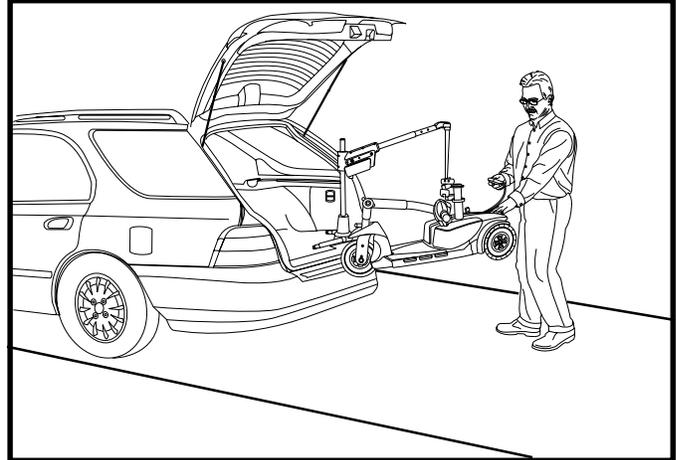

Abbildung 16. Anheben des Elektrorollstuhls
8. Ist dann der Elektrorollstuhl genügend angehoben, um in das Fahrzeug geschwenkt zu werden, stoppen Sie den Hebevorgang. **Siehe Abb. 16.**